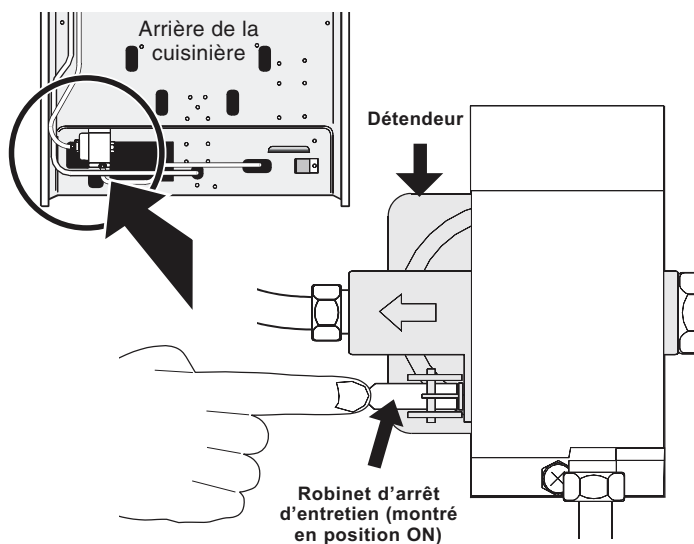

Fig. 11
- f. **Vérifiez que le robinet d'arrêt d'entretien qui se trouve sur le détendeur est bien en position « ON »** (marche) (voir fig. 11).